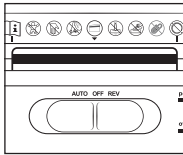

Fig. 2
- ▶ Insérez la carte de crédit entre les repères "I" au centre de la flèche "▼" dans la fente de coupe **14** (voir fig. 2). Vous ne pouvez couper qu'une carte de crédit à la fois. Introduisez-la toujours côté large en premier dans la fente de coupe **14**. Sinon, la bande magnétique ne sera pas détruite.